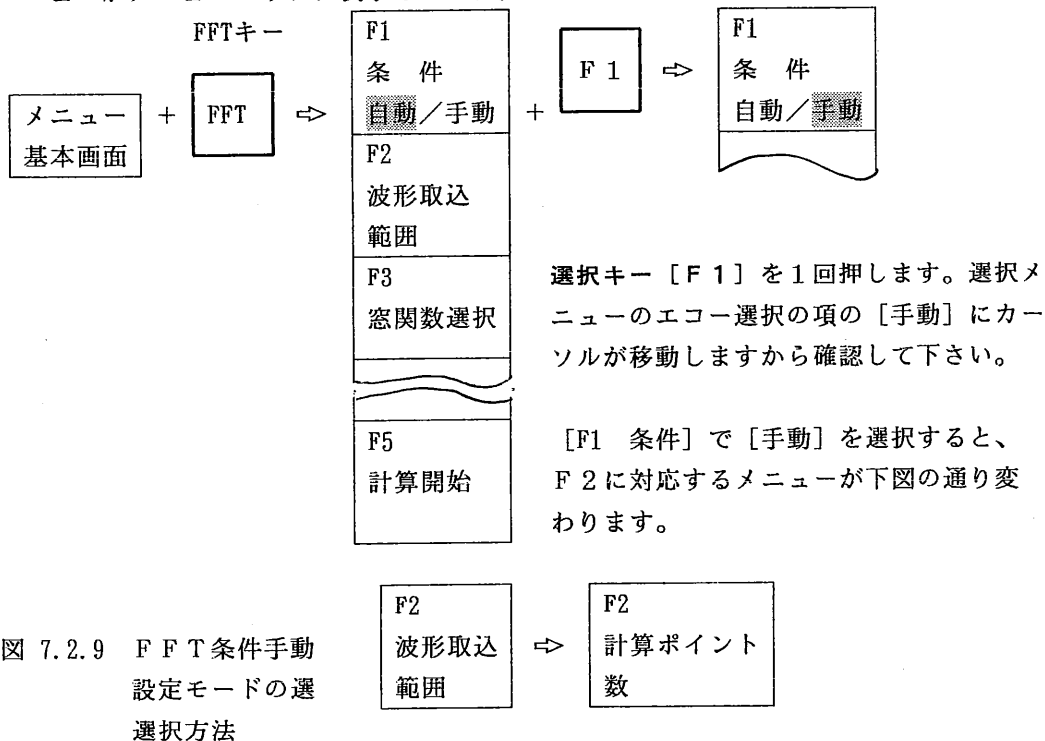

図 7.2.9 F F T 条件手動設定モードの選択方法
- ① [F F T 条件の設定] 機能キー [F F T] を 1 回押します。図 7.2.9 に示す選択メニューがメニューエリアに表示されます。